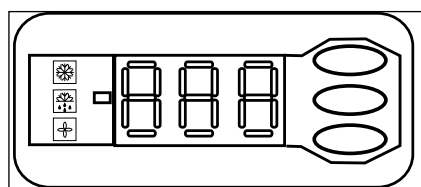

Bild 3: Elektronisk styrenhetsdisplay
- Den elektroniska styrenheten visar temperaturvärdet för sugtrycket i °C som standard. Om du vill visa temperaturvärdet för kondenseringsstrycket trycker du på den nedre knappen (bild 3).